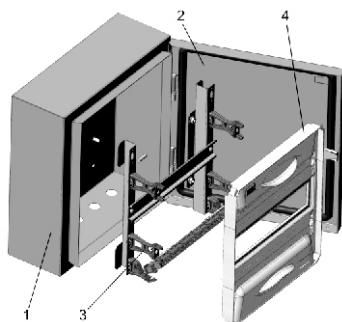

Рисунок 1 – Состав изделия
Корпус металлический ЩРн серии PRO (рисунок 1) конструктивно состоит из оболочки (1) с открывющейся дверью (2), монтажной рамы (3) и оперативной панели (4).